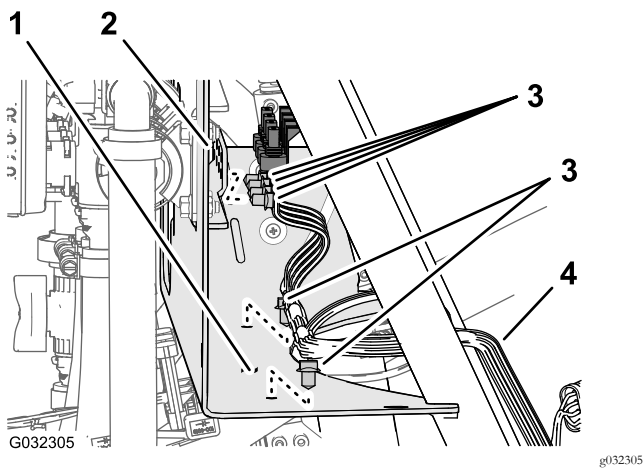

図 23
3. 後ワイヤハーネスをマニホルドマウントの前側および下部プレートに固定しているお押し込み型ファスナを外す 図 23。